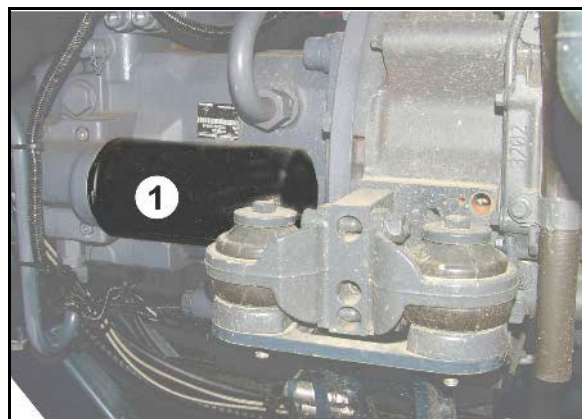

Fig. 184
1. Ouvrir le couvercle (Fig. 184/1) à gauche du toit de la cabine.
2. Déverrouiller le filtre (Fig. 184/2), le retirer et le remplacer.